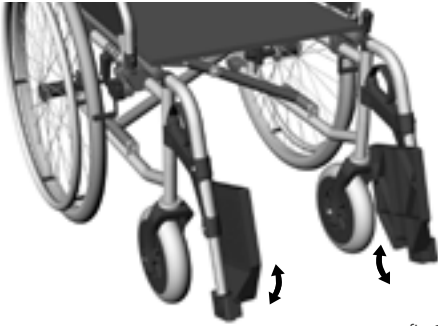

fig.8
3. Afferrare il tubo della fiancata davanti al bracciolo e ruotarlo all'indietro sfilandolo dal supporto (5, fig. 8).
2. Ruotare il poggiaiedi verso l'alto. (Fig. 8)